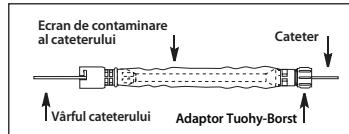

Figura 2
- Dacă se utilizează un ecran anticontaminare pentru cateter cu adaptor Tuohy-Borst (când este furnizat), introduceți vârful cateterului dorit prin capătul cu adaptor Tuohy-Borst al ecranului anticontaminare al cateterului. Avansați cateterul prin tubularul și amboi la capătul celălalt (consultați Figura 2).